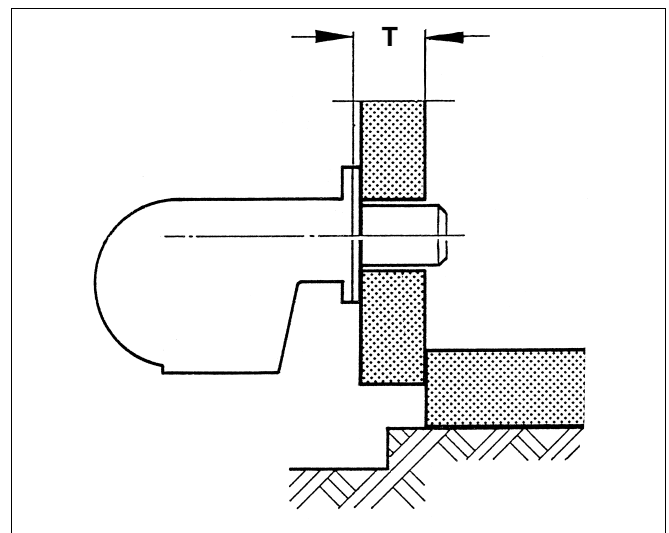

Abb. 22 Schematische Darstellung der Türtiefe T
- Türtiefe T (Abb. 22; siehe auch Tab. 4) beachten.